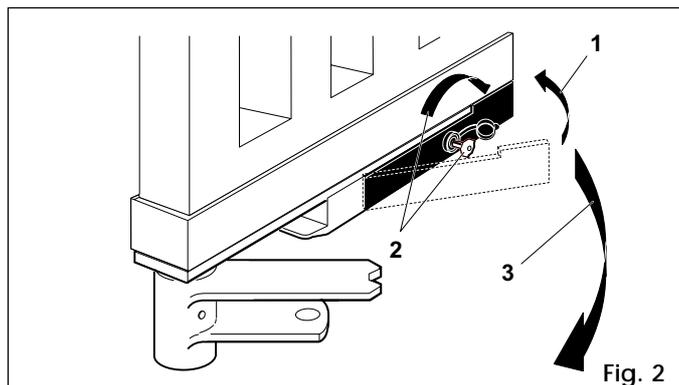

Fig. 2
- Colocar la palanca nuevamente en su posición de reposo (fig.2-ref. 1).
- Introducir la llave de desbloqueo en la cerradura y girarla hasta el tope en la dirección opuesta a la columna (fig.2-ref. 2).
- Mover manualmente la cancela hasta que la cerradura se enganche en la barra de bloqueo (fig.2-ref. 3).